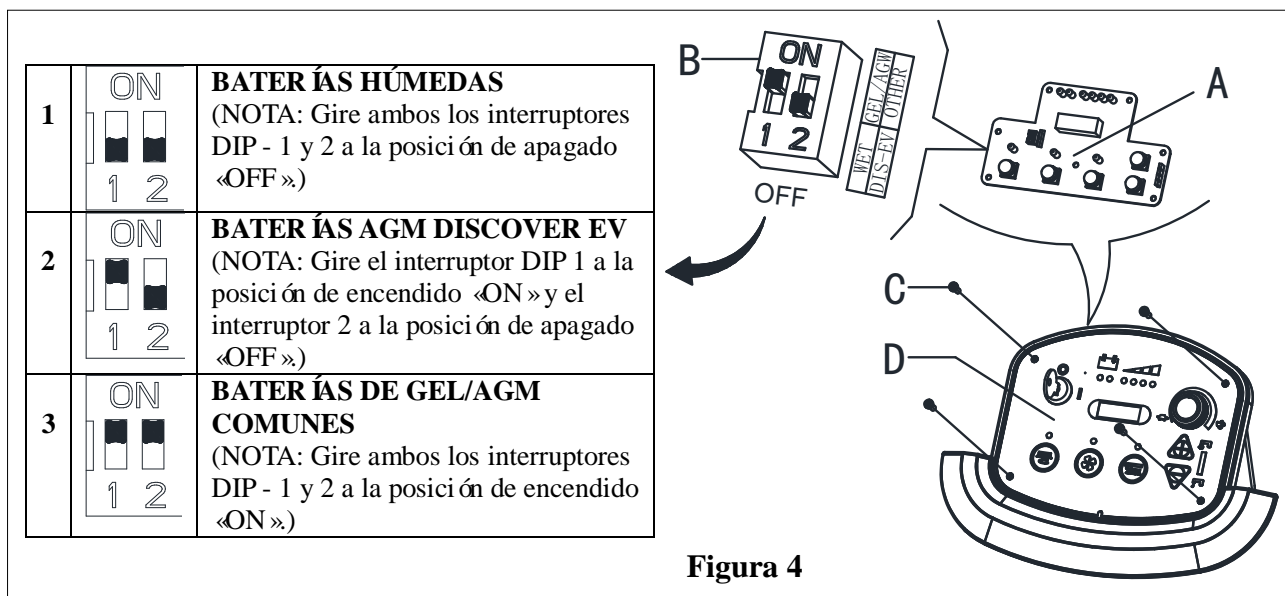

Figura 4
Al instalar las nuevas baterías por favor consulte la Figura 4 para ajustar los interruptores DIP. De lo contrario las baterías podrán resultar dañadas.
1. Gire la llave de ignición (35) a la posición «I» y en los primeros segundos de funcionamiento de la máquina, preste atención a lo siguiente:
- Si la primera luz de aviso verde (38) está parpadeando, la máquina está configurada para batería de GEL/AGM.
- Si la primera luz de aviso amarilla (37) está parpadeando, la máquina está configurada para batería AGM del tipo Discover EV.
- Si la primera luz de aviso roja (36) está parpadeando, la máquina está configurada para batería HÚMEDA.
4. Desenrosque los tornillos en el panel de control (C, Figura 4), y a continuación gire el Tablero del panel de control (PCB) (A Figura 4) para encontrar el interruptor DIP (B, Figura 4) para configurar el tipo de batería (HÚMEDA o Discover EV AGM o GEL/AGM), (Refiérase a 1 o 2 o 3).
1. Pulse ambos botones (A, Figura. 4) y (B) a la vez, Inserte la llave de encendido (D) y arranque, tras 0.5 segundos, inserte modo de ajuste de batería. LED encendido durante el ajuste (C), Suelte los botones.
2. El modo se puede cambiar de 0 a 5 pulsando el botón by (B), o cambiar de 5 a 0 pulsando el botón (A). Tras configurar el modo de batería, apague (D) y el nuevo ajuste de modo de batería puede guardarse automáticamente.